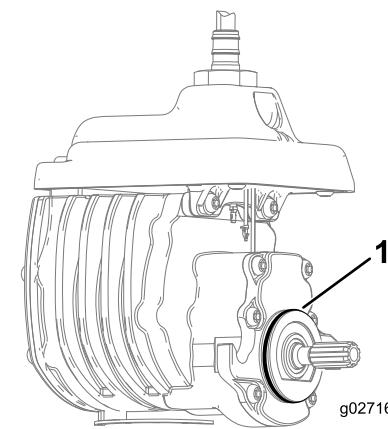

Figura 7
4. Instale o anel de retenção no motor do cilindro (**Figura 7**).